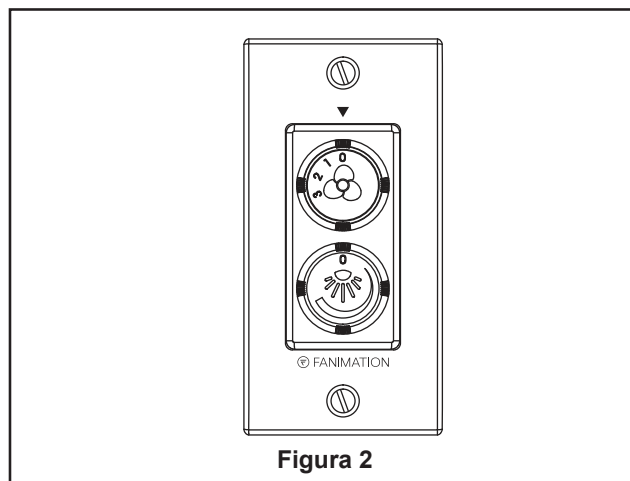

Figura 2
- ☐ 2. Funciones de control de pared: (Figura 2)